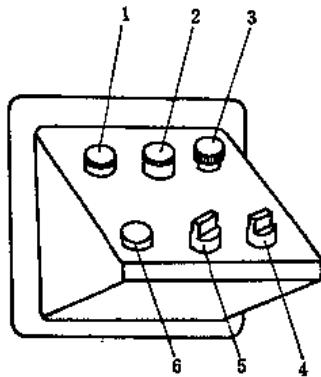

图2-10 电器按钮
如图2-10所示, 按钮2为砂轮起动按钮, 按钮3为砂轮停止按钮。操纵时先用右手两手指交替按动按钮, 使砂轮点动, 然后逐步进入高速旋转。操作时, 人不要站在砂轮正前方。
- 2) 按液压泵起动按钮6(图2-10), 起动液压泵。